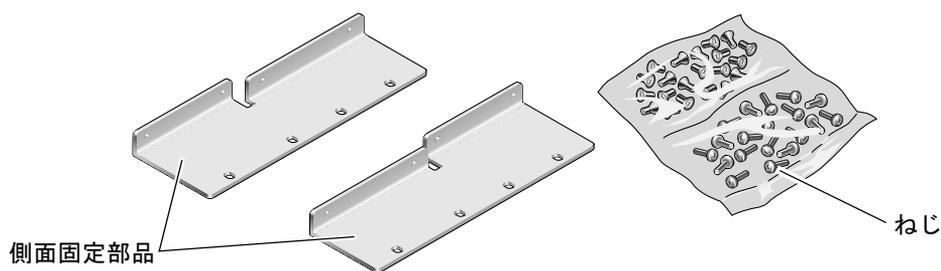

図 3-23 23 インチ 2 ポストのハードマウントキットの内容
1. ラックキットから側面固定部品を取り出します (図 3-23)。